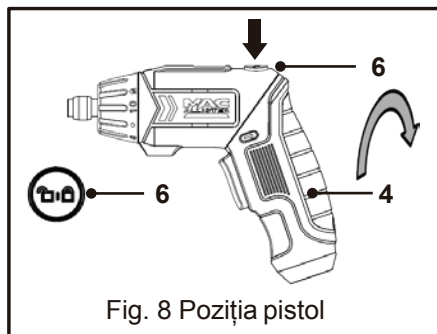
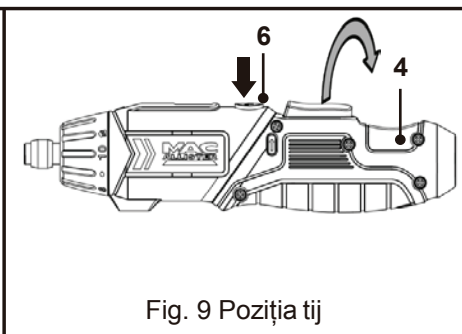

Fig. 8 Poziția pistol
Fig. 9 Poziția tij
Pentru a trece pe poziția tijă, apăsați și mențineți butonul de deblocare (6) și rotiți mânerul (4) în sens orar, blocându-l în același timp până ce se blochează în poziție (Fig. 8). Pentru a trece pe poziția pistol, apăsați și mențineți butonul de deblocare (6) și rotiți mânerul (4) în sens anti-orar, blocându-l în același timp până ce se blochează în poziție (Fig. 9).